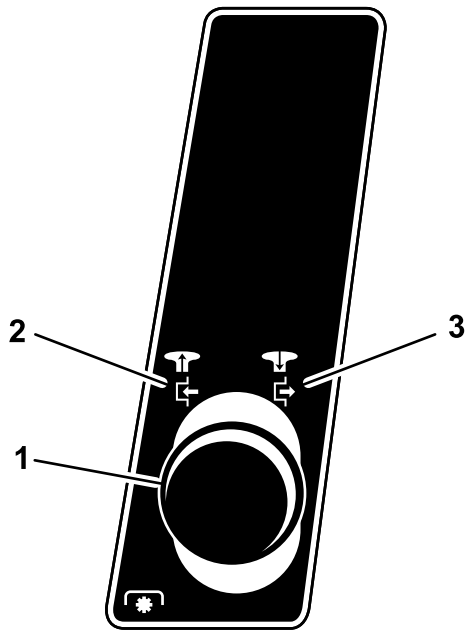

Figure 6
2. Tirez la commande des lames (PDF) en position Engagée (Figure 6).
2. Poussez le bouton de commande des lames (PDF) en position Désengagée (Figure 6).